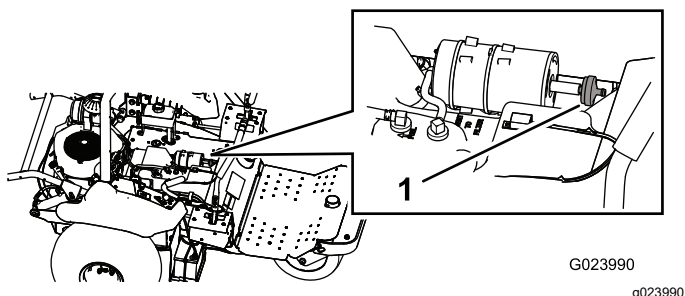

Figure 49
3. Détachez le filtre de la cartouche de charbon (Figure 49).